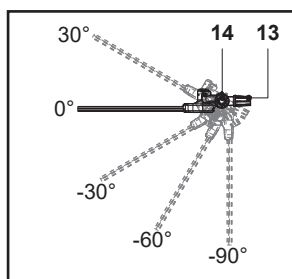

Rys. 24
1. Poluzować dźwignię blokującą (10) (rys. 24, krok 1).
2. Ustawić wymaganą długość, wysuwając lub wsuwając przedłużenie wysięgnika (11) (rys. 24, krok 2).
3. Zablokować przedłużenie wysięgnika w wybranym położeniu (11) poprzez zablokowanie dźwigni blokującej (10) z powrotem w początkowym położeniu (rys. 24, krok 3).